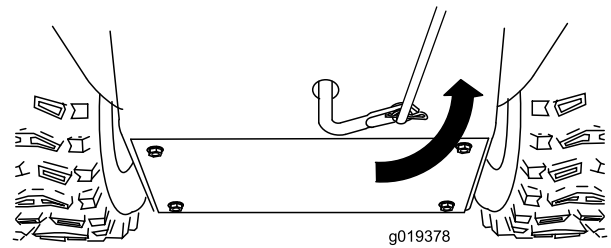

Figura6
5. Rotiți brațul inferior de cuplare complet în sus (în sens invers acelor de ceasornic) (Figura6).